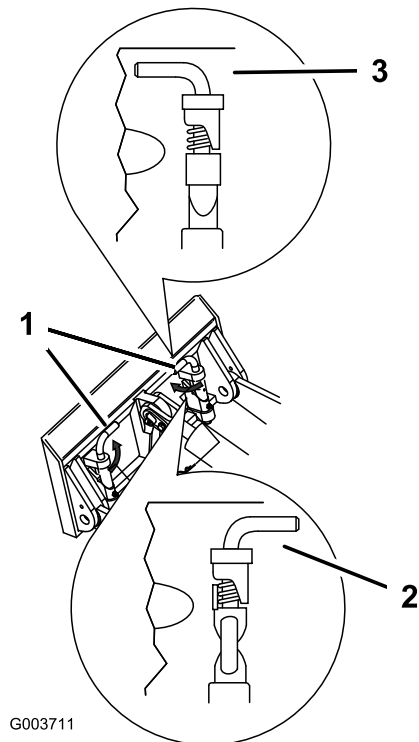

Figure 17
7. Engagez complètement les goupilles à fixation rapide dans la plaque de montage (Figure 17).